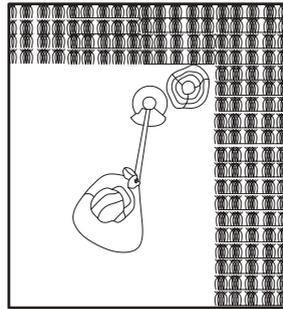

Fig. 37
3. Preste especial atención al realizar el trabajo cerca de árboles y arbustos. El cabezal de corte podría dañar cortezas frágiles y postes de cercado (Fig. 37).